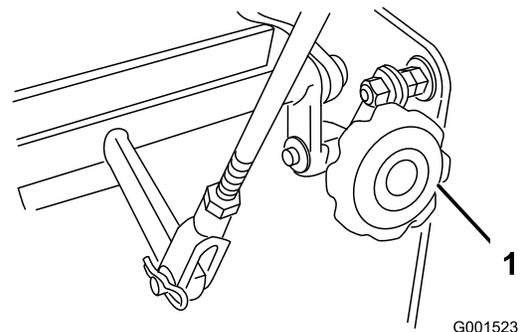

Figura 44
4. Si la máquina se desvía hacia un lado, gire el mando de ajuste de la dirección. Gire el mando a la derecha para dirigir la máquina hacia la derecha, y a la izquierda para dirigir la máquina hacia la izquierda (Figura 44).